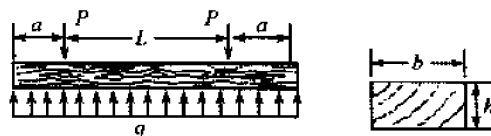

图 5-29
3. 一铁路枕木承受两个 $P=2000\text{kN}$ 集中载荷, 如图 5-29 所示, 路基的反力 q 可假设均匀分布在枕木的长度上。枕木横截面的尺寸为 $b=300\text{mm}$, $h=250\text{mm}$, 设 $L=1450\text{mm}$, $a=50\text{mm}$ 。